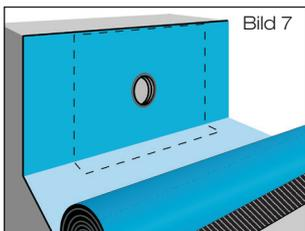
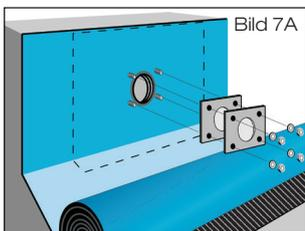

Bild 7
Bild 7A
Oberseite der Anschlussmanschette durch Erhitzen verflüssigen (Schweißverfahren). Dampfsperre paßgenau über den Schiebeflansch mit Anschlussmanschette im flüssigen Heißbitumen ausrollen, anschließend gleichmäßig andrücken bzw. anrollen (Bild 7 bzw. Bild 7A).
1.9 Bei Ausführung DN 50 Kompressionsdichtung über Dampfsperre anbringen und mit Losflansch und beiliegenden Schrauben verkleben (Bild 7A). Beiliegende Schrauben mit Steck- oder Ringschlüssel SW 17 gegenüberliegend anziehen. Anzieh-Drehmoment: 20 Nm (Dampfsperre aus Bitumen) bzw. 30 Nm (Dampfsperre aus Kunststoff) Dichtelement in Muffe des Schiebeflansches einlegen.